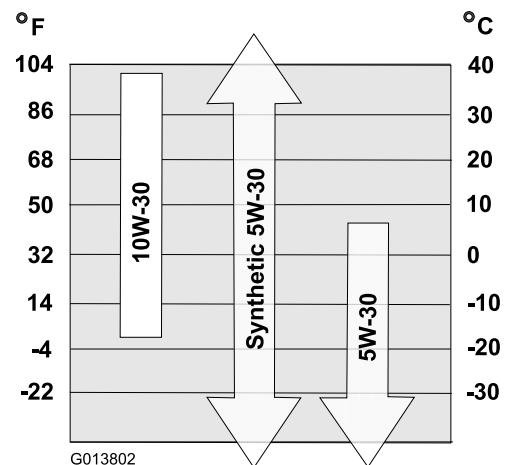

Bild 18
6. Wählen Sie in Bild 18 unten die beste Ölviskosität für den erwarteten Bereich der Außentemperaturen aus: